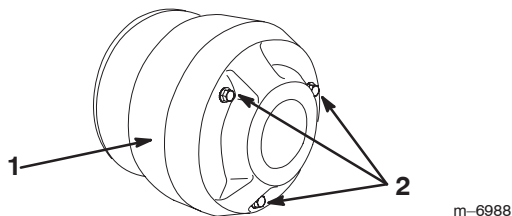

Figure 38
3. Retirez les trois boulons de fixation du couvercle de l'embrayage et déposez le couvercle (Fig. 38).